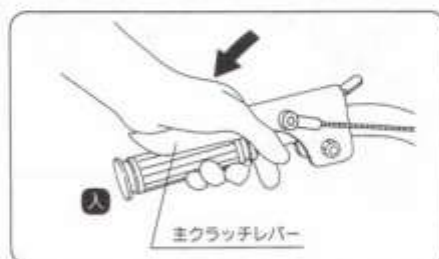

図16
- ② 左手で主クラッチレバーをゆっくり握るとクラッチが入ります。(図16)
- ③ 坂道や凸凹カーブの多い道路では高速運転をしないでください。